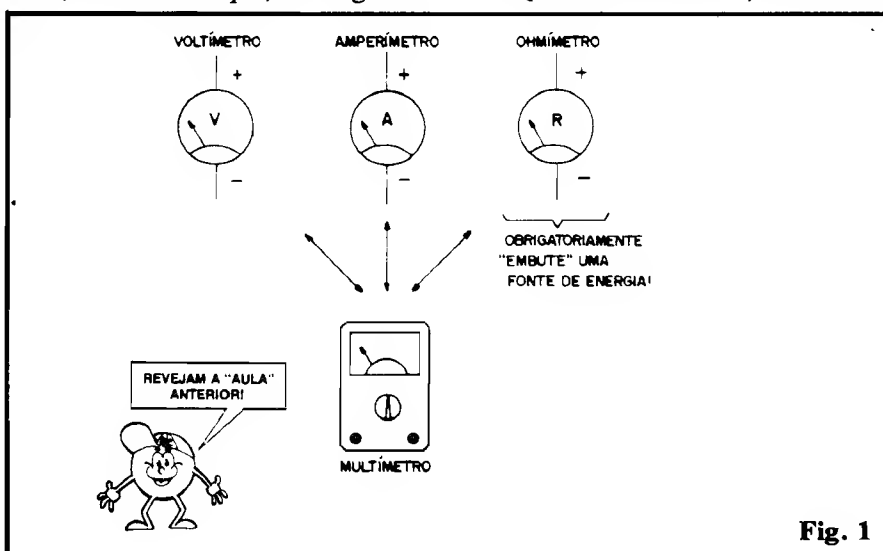

Fig. 1
- **FIG. 1** - Adotamos, para todos os diagramas e explicações contidas nas "Aulas" e "Lições" do ABC, seja nos aspectos Teóricos, seja nos Práticos, uma simbologia básica para os chamados "instrumentos" (nome que - tecnicamente - damos aos medidores em geral...): para cada uma das principais - grandezas elétricas (TENSÃO, CORRENTE e RESISTÊNCIA) temos um símbolo específico, estilizando o mostrador de um medidor analógico e contendo uma letra relativa à abreviação da tal grandeza a ser medida: